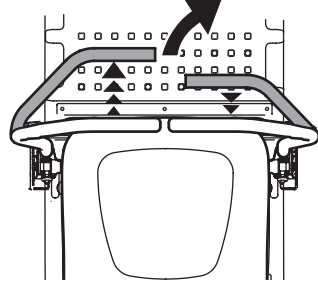

Figure 23
2. Pour tourner à droite, déplacez le levier de contrôle de conduite droit en arrière du levier gauche (Figure 23).